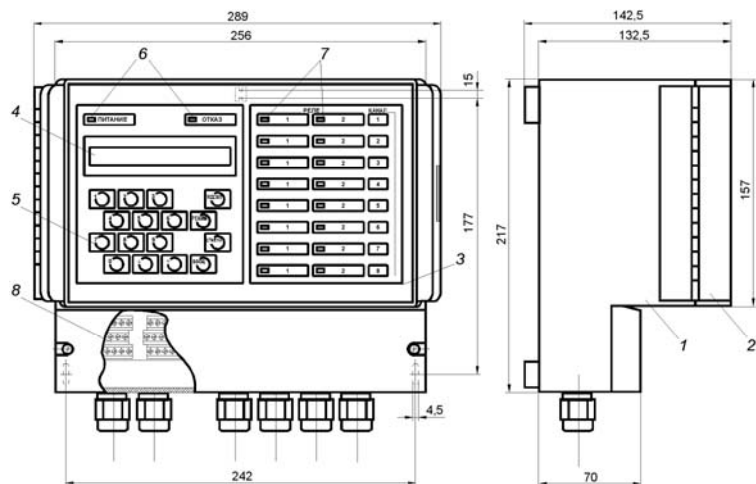

Рисунок 1 – Блок обработки измерителя сигнализатора ИСУ 2000И.
1.3.2 Блок обработки измерителя-сигнализатора уровня (рисунок 1) представляет собой пылеводозащищенный пластмассовый корпус 1 с открывающейся на шарнире прозрачной крышкой 2, за которой размещена панель управления и индикации 3. На панели управления и индикации расположены: цифровой индикатор 4, клавиатура 5, светодиоды, сигнализирующие состояние прибора 6 и светодиоды 7, индицирующие состояние дискретных выходов прибора. Клеммные колодки 8 для подключения линий связи расположены в отдельном монтажном отсеке, закрываемом пломбируемой крышкой. Наибольшее допускаемое поперечное сечение жил подключаемых кабелей - 1,5 мм².